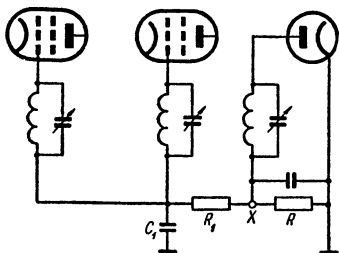

Рис. 107. Схема управления двумя лампами напряжением автоматической регулировки усиления, поданным из точки  $X$  через резистор  $R_1$ .
**Л.** — Твое возражение, Незнайкин, веское. Чтобы система АРУ действовала не от мгновенных изменений продетектированного диодом напряжения и чтобы на лампы каскадов высокой и промежуточной частоты действовала только средняя величина модулированного сигнала, между точкой  $X$  и сетками ламп включают цепь задержки — сглаживающее устройство, пропускающее только постоянную составляющую. Это устройство (рис. 107) состоит из резистора  $R_1$  и конденсатора  $C_1$ . Резистор препятствует мгновенному прохождению напряжения, а конденсатор сглаживает мгновенные изменения напряжения. Совместное действие системы  $R_1C_1$  представляет собой некоторую аналогию с действием дросселя и конденсатора в фильтре питания.